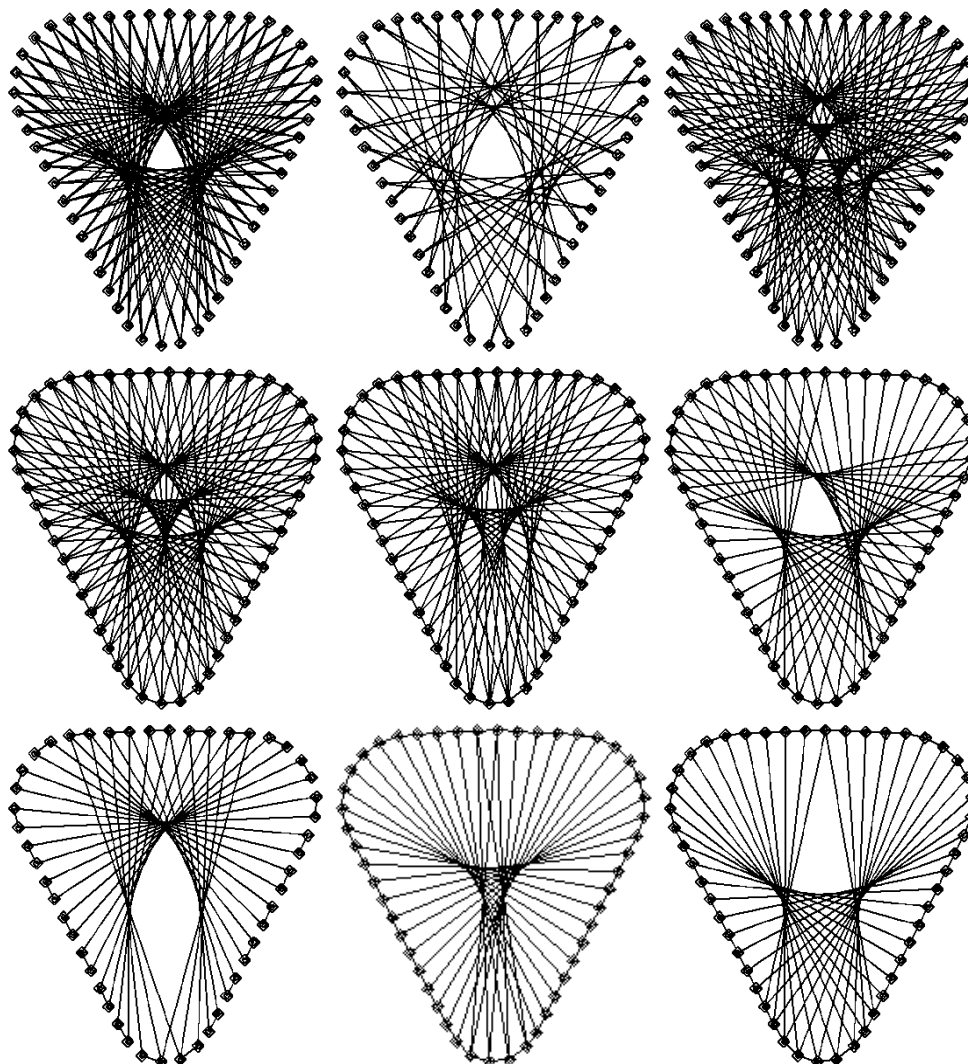

Рисунок 2 – Варианты застилка контура
- возможно выполнение различных вариантов застилов одного контура в зависимости от положения первого стежка (рисунок 2);